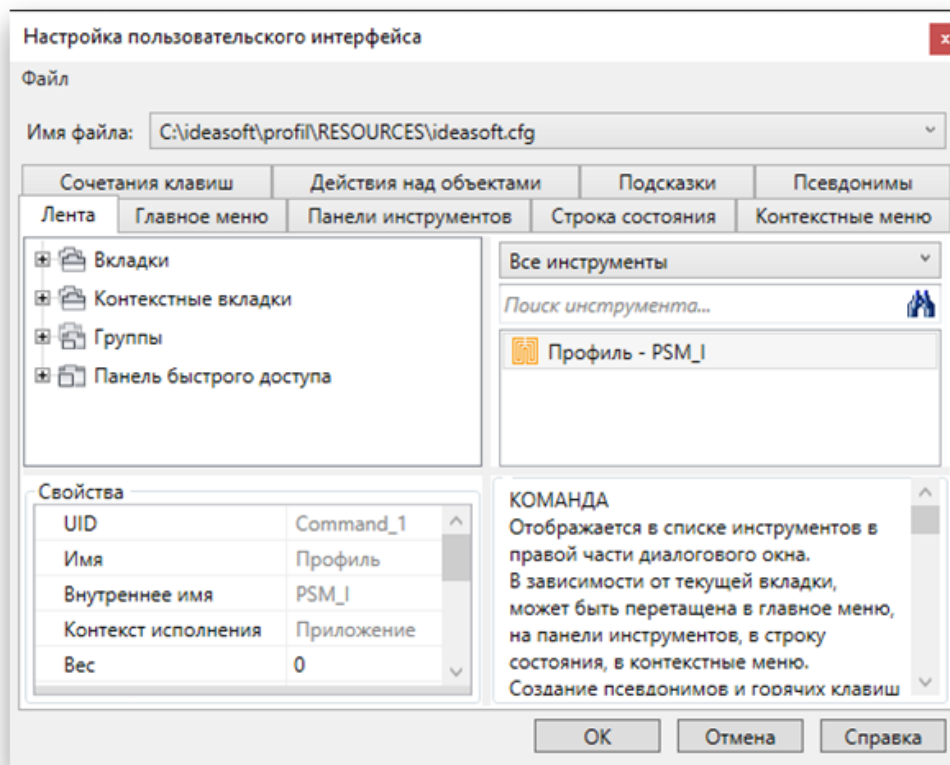

Рис. 4.5. Диалог настройки интерфейса nanoCAD.
4.5. После выбора файла в диалоговом окне нажмите “ОК” (см. рис. 4.5. )